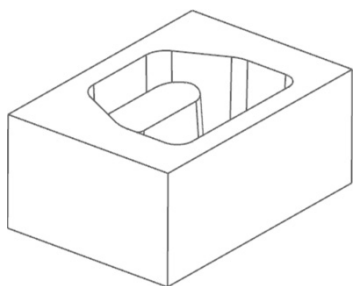
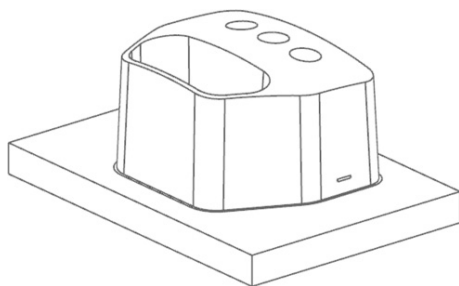

图 15-12 型腔零件
图 15-13 型芯零件
(19) 单击“确定”按钮，创建型腔零件（见图 15-12）和型芯零件（见图 15-13）。